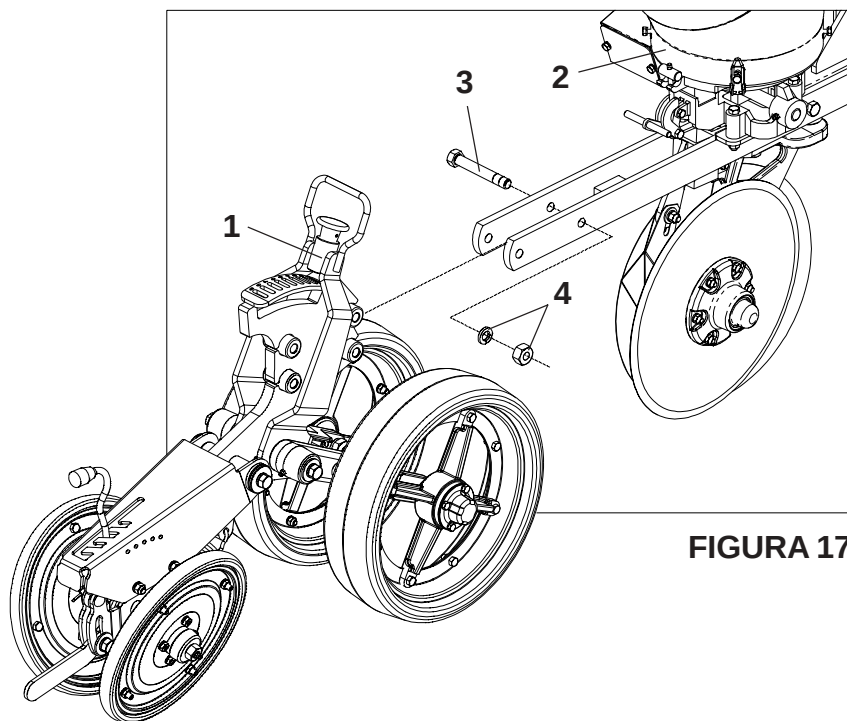

FIGURA 17
MONTAGEM DOS CARRINHOS NAS LINHAS (FIGURA 17) SPA MEGA FLEX 4000 / 4500 / 5000 / 5500
1 - Encaixe o carrinho (1) entre as chapas da linha (2), fixando-o com o parafusos (3), arruelas e porcas (4), **conforme mostra a figura 17.**